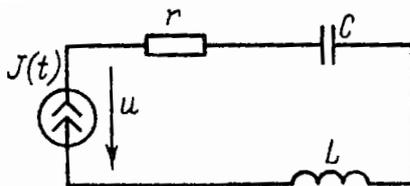

Рис.1 Схема цепи
Цепь рис. 1 подключена к источнику тока $J(t)=2\sin(\omega t+30^\circ)$ А с частотой $f=200$ Гц. Параметры цепи: $L=0,01$ мГн; $r=10$ Ом; $C=80$ мкФ. Найти мгновенные значения напряжения на всех участках и мгновенную мощность источника.
2. В цепи r, L (рис. 1) известны показания первого и второго вольтметров: $U_1=100$ В; $U_2=150$ В и сопротивление $r=10$ Ом. Определить показание третьего вольтметра и индуктивность, если частота тока $f=50$ Гц (ОПК-4).